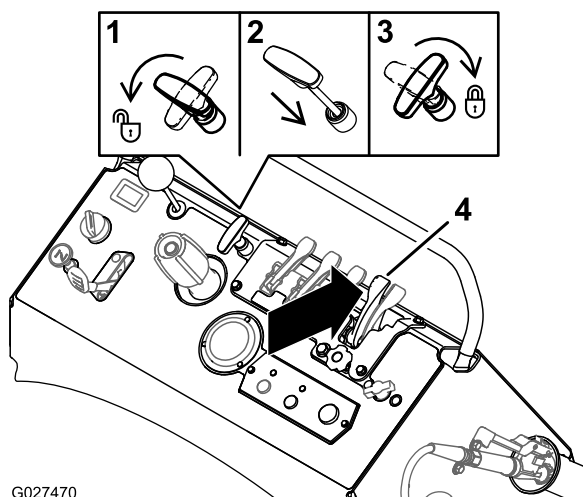

Figure 82
3. Pour fermer le déflecteur de la turbine, poussez le levier d'application grande largeur complètement en avant (Figure 82).
4. Tournez la poignée de commande de répartition dans le sens antihoraire (1), enfoncez-la (2) et tournez-la dans le sens horaire (3); voir Figure 82.